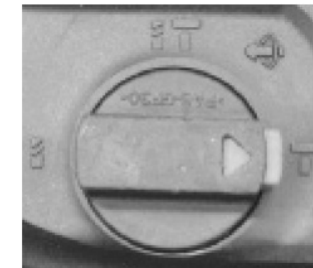

Fig. 7 – Modo rompedor
- En esta función el mandril tiene solamente impacto sin rotación. Es utilizada para quebrar, principalmente, albañilería y concreto y remover revestimientos cerámicos. En estas aplicaciones deben ser utilizados punteros, tajaderas o cinceles (no acompañan el producto). Utilícelos apenas para pequeñas operaciones, como por ejemplo: remover algunas cerámicas de una cocina o limpieza de concreto de una pequeña área. Para seleccionar la función rompimiento, presione la traba de seguridad y girar el selector (5) para la posición , conforme muestra la Fig. 7.